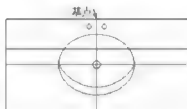

图3-47
**步骤6:** 在工具栏中单击“直线”按钮 $\text{↗}$ , 在绘图区绘制洗脸盆的水龙头, 如图3-47所示。